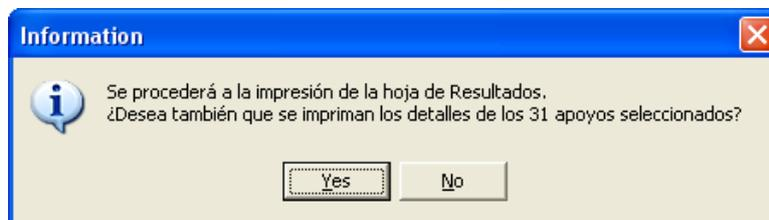

Figura 11.50.
- Figura 11.50: No necesita comentario.